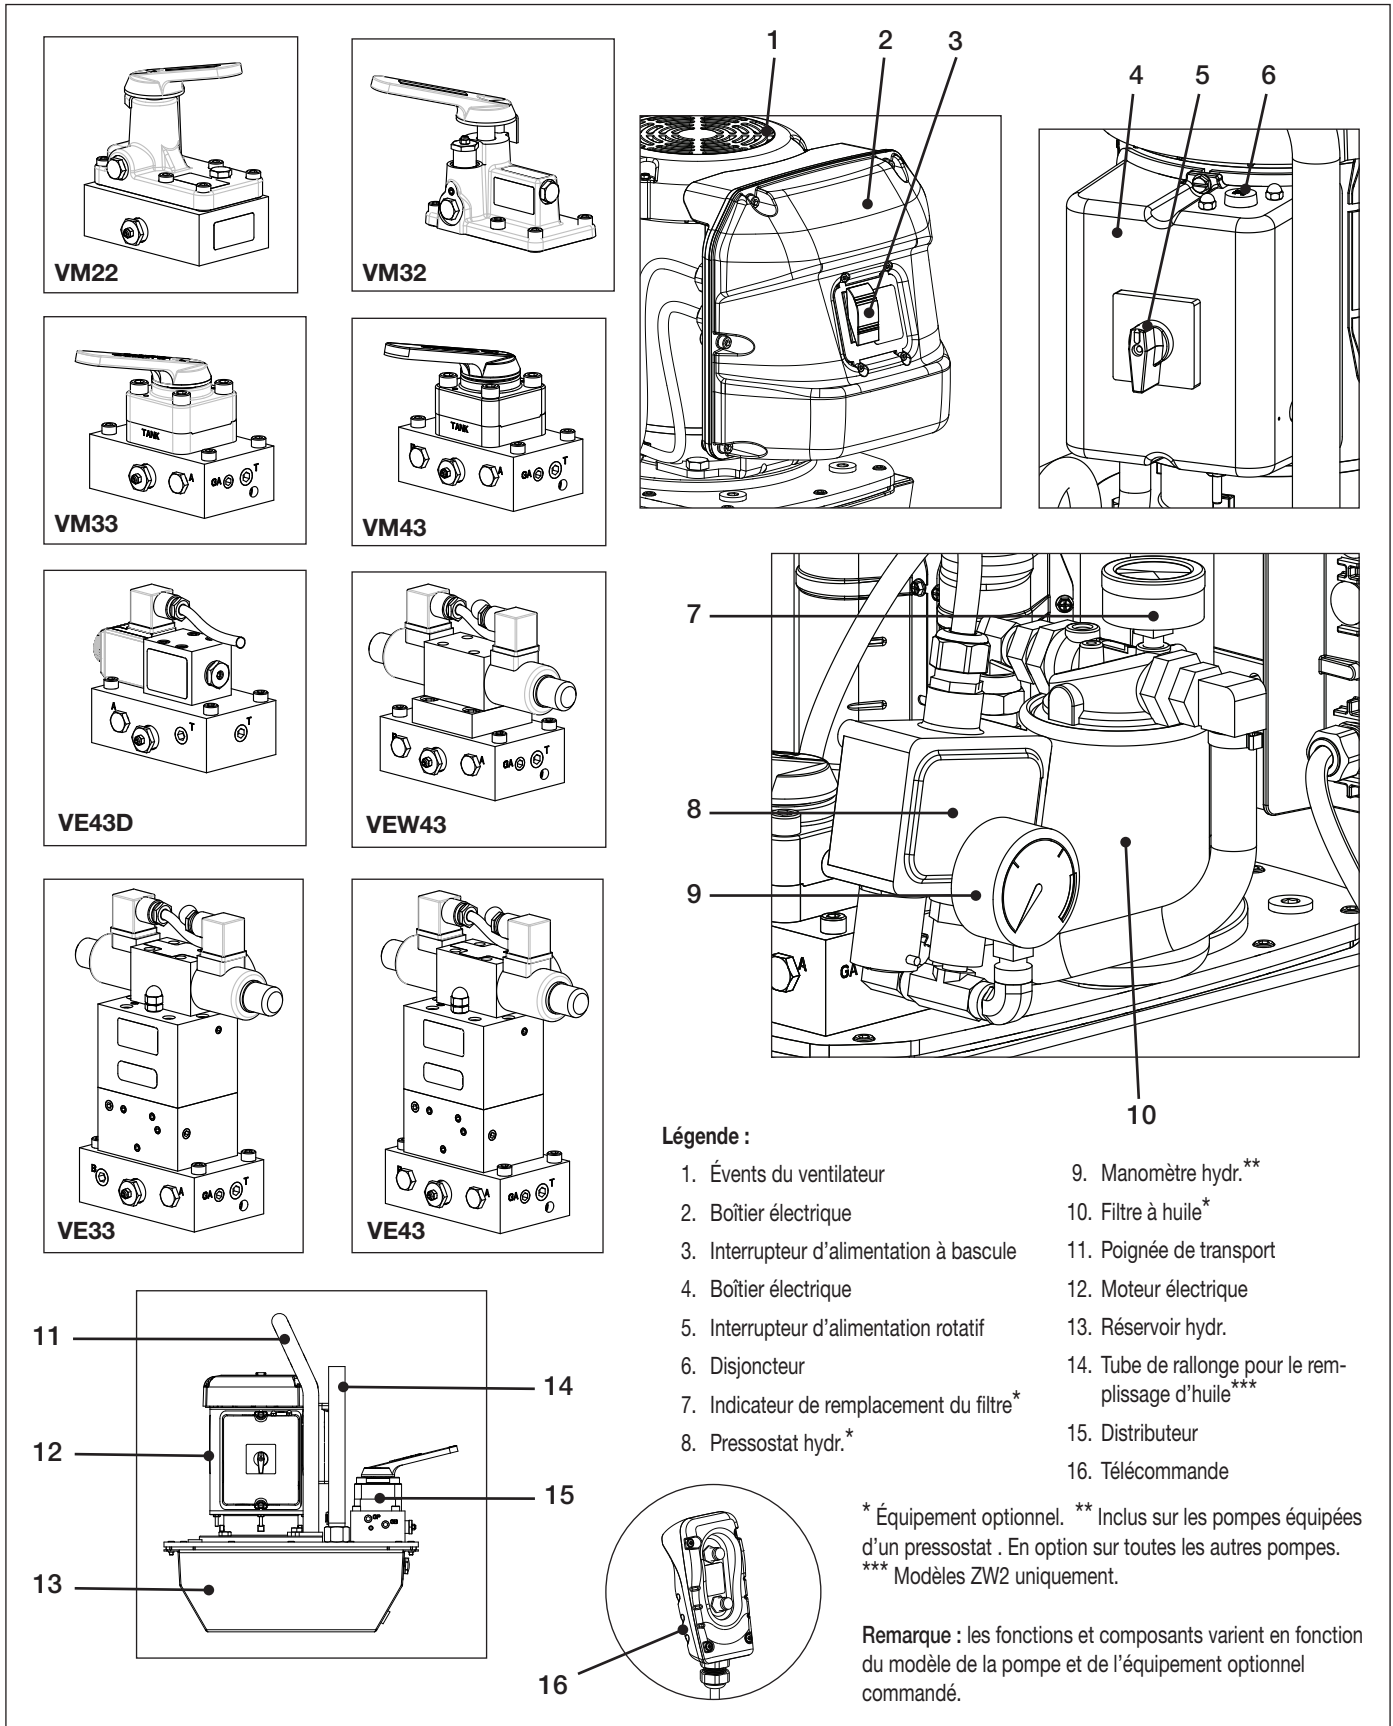
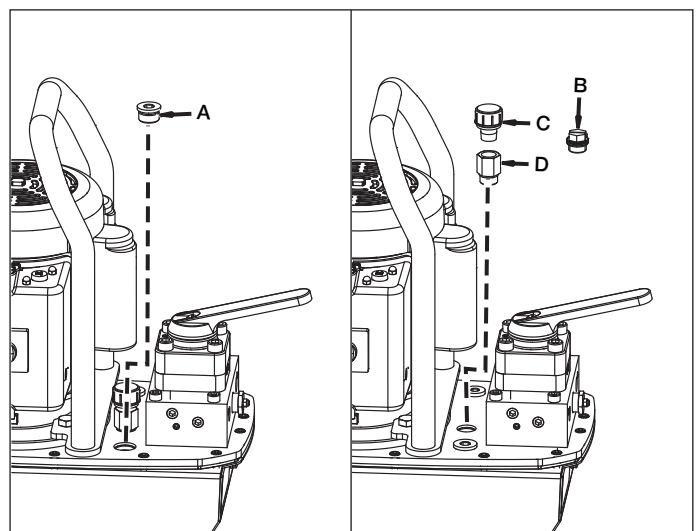

Figure 1 : pompes des séries ZE2 et ZW2
Figure 3 : bouchon de remplissage d'huile et reniflard du réservoir
Si le niveau d'huile est trop bas, retirez le bouchon de remplissage d'huile (A) du couvercle de la pompe et ajoutez de l'huile dans la mesure requise. Reportez-vous à la figure 3. Notez que les modèles ZW2 incluent un tube de rallonge pour le remplissage d'huile, représenté à la figure 1.
Un bouchon de transport (B) est installé au niveau du couvercle de la pompe. Reportez-vous à la figure 3.